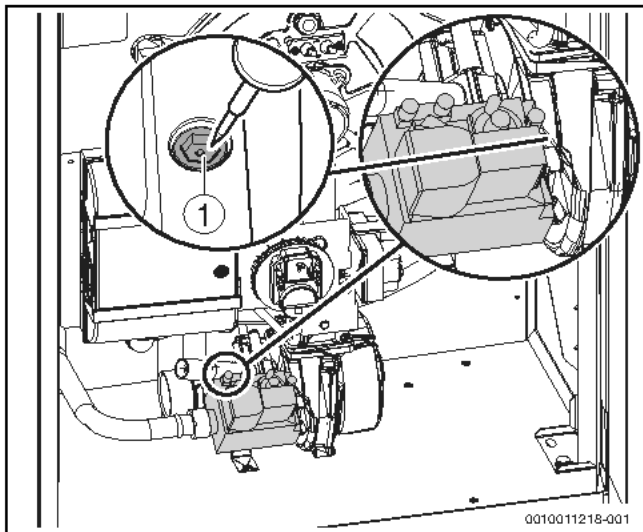

Bild 54 CO₂-Einstellung bei Volllast vornehmen
- Bei CO₂-Werten < 8,5 % oder > 9,6 % die Einstellung an der Volllast-Einstellschraube korrigieren (→ Bild 54 und Tabelle 12).